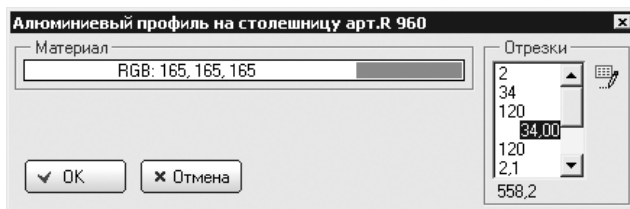

Рис. 8.16
7. Для корректировки длины в группе элементов управления Отрезки щелкнуть на длине, нуждающейся в корректировке, — длина станет выделенной. Нажать кнопку Редактировать в верхнем правом углу окна — выделенное значение длины и указатель мыши изменят свой вид для ввода нового значения (рис. 8.16).